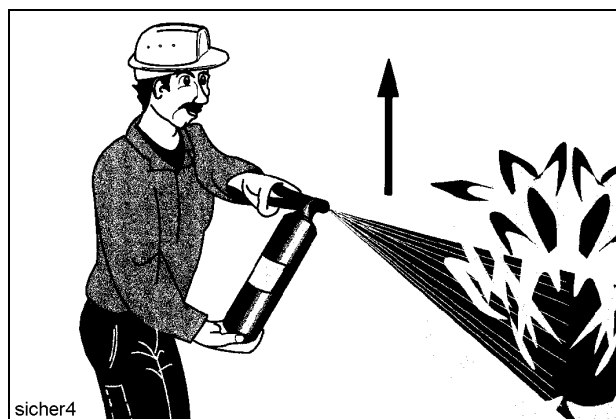
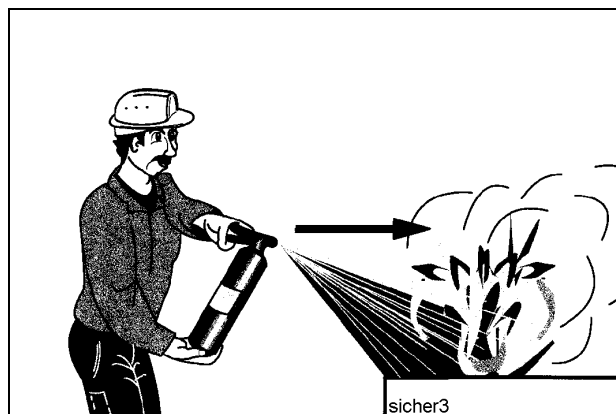

Fig. 2
Fig. 3
- Extingan desde abajo hacia arriba (Fig. 2) y desde adelante hacia atrás (Fig. 3).